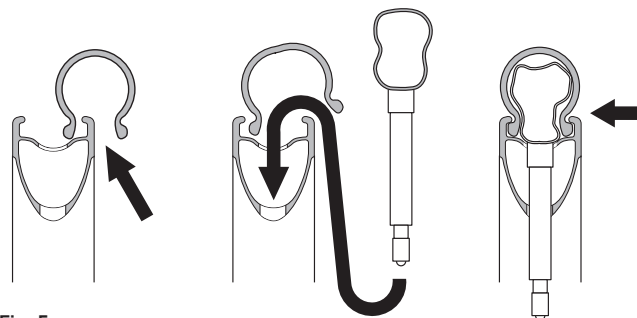

Fig. 5
- Introducir un lado de la cubierta en la sede de la llanta (Fig. 5).